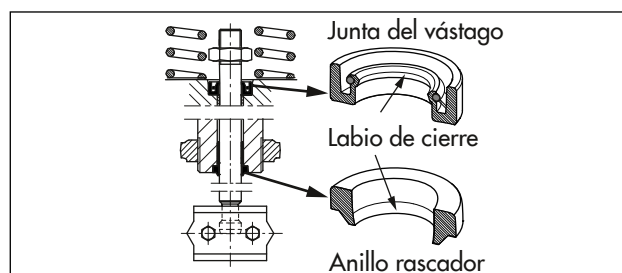

Fig. 16: Colocación de la junta del vástago y del anillo rascador
6. Montar la junta del vástago con una herramienta adecuada. Al hacerlo prestar atención a la correcta colocación de la junta del vástago, ver Fig. 16.
7. Montar la junta del vástago con una herramienta adecuada. Al hacerlo prestar atención a la correcta colocación de la junta del vástago, ver Fig. 16.